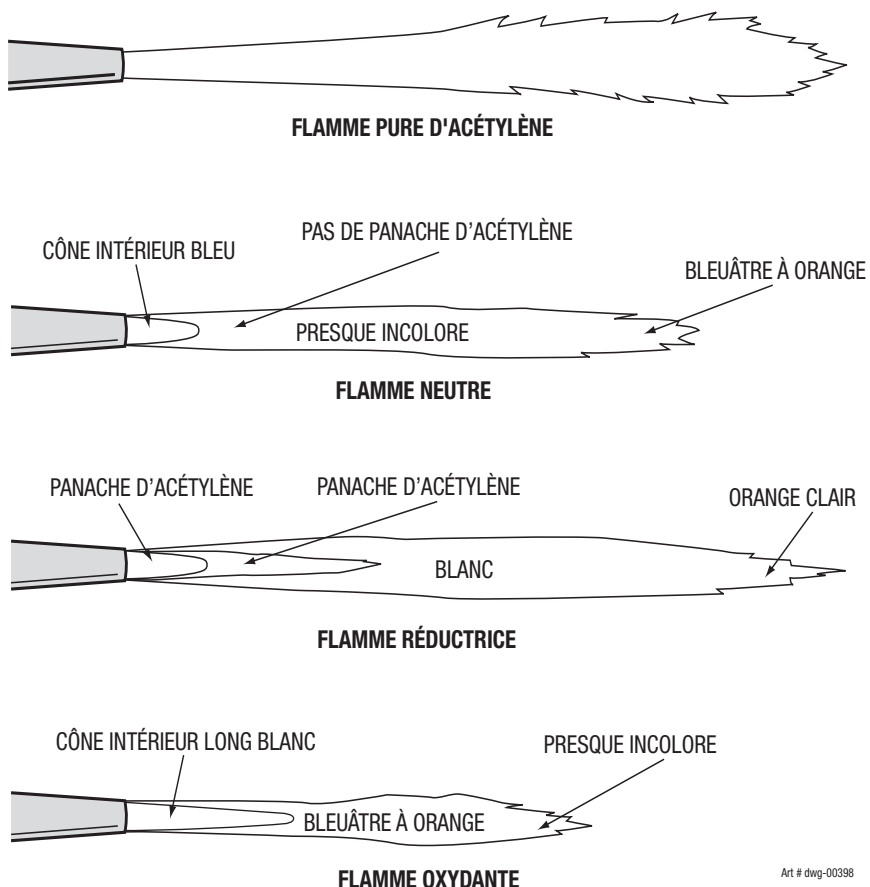

Figure 12: Flamme de soudage à l'acétylène
8. Ouvrez le robinet d'oxygène du chalumeau jusqu'à l'apparition d'une flamme neutre vive. (voir la figure 12).